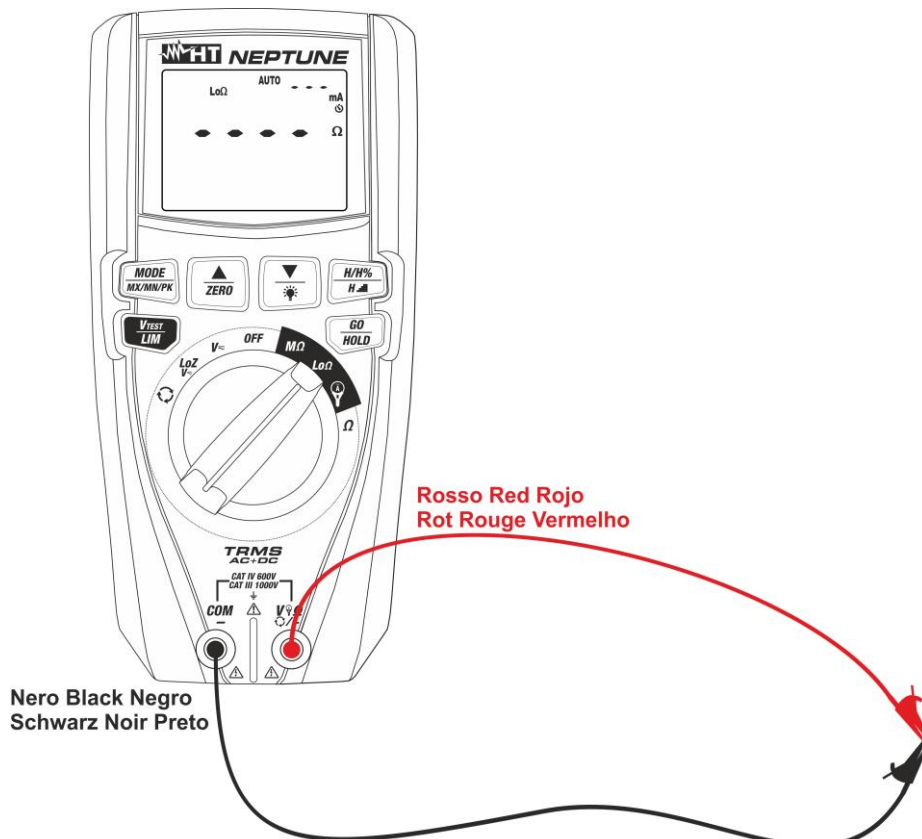

Abb. 32: Verbindung der Kabel in der Funktion Kompensation
2. Verbinden Sie die Messleitungen mit den Eingangsbuchsen **V Ω +/+** und **COM/-**, verbinden Sie die Krokodilklemmen und schließen Sie die Enden der Kabel untereinander kurz (siehe Abb. 32).